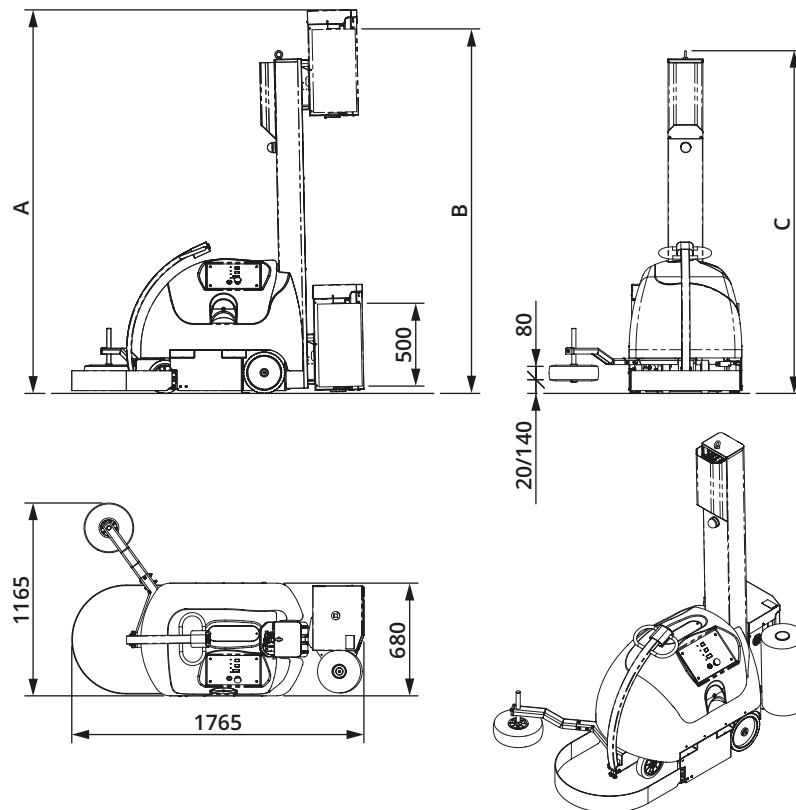

Figura 27
• Dimensiones totales	Véase Figura 27 - pág. 43